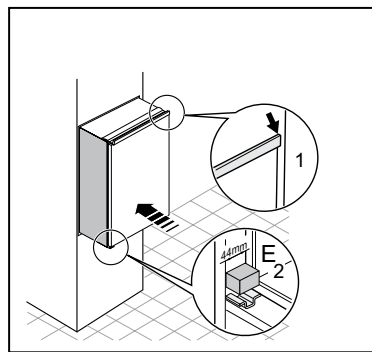

Abb. 6
Abb.6: Gerät in die Nische einschieben, bis die Anschlagleiste (1) oben am Möbel anliegt. Dabei sicherstellen, dass unten ein Abstand von 44 mm zwischen dem Rand des Möbels und dem Rand des Gerätes eingehalten wird. (2)